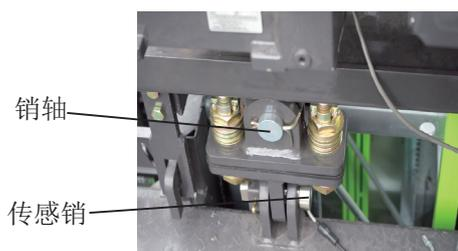

图1.3-12 T型柔性连接示意图
- (1) 将驱动体吊装至吊笼上方，调整好驱动体驱动齿轮与齿条的间隙、各滚轮与主弦管的间隙、背轮与齿条背面的间隙等，用销轴连接驱动体单耳板和连接杆的双耳板，如图1.3-12所示；
- (2) 缓慢放下驱动体，用传感销（重力传感器）连接吊笼吊耳与连接杆，实现驱动体与吊笼的T型连接；
- (3) 调节吊笼双滚轮、侧滚轮与主弦管的间隙，注意保护好传感销的信号引出线，避免压坏。